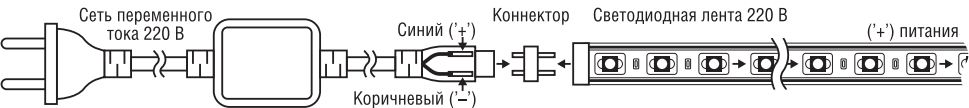

Рис. 1. Подключение светодиодной ленты 3528 220В.
- Для обеспечения работы светодиодной ленты NLS-3528-IP67-220V необходимо использовать преобразователь сетевого напряжения NLS-power cord-3528-220V. Подключение источника питания осуществляется по схеме, изображенной на Рис.1. Подключите светодиодную ленту строго соблюдая полярность в соответствии с ключом, как показано на Рис. 1.